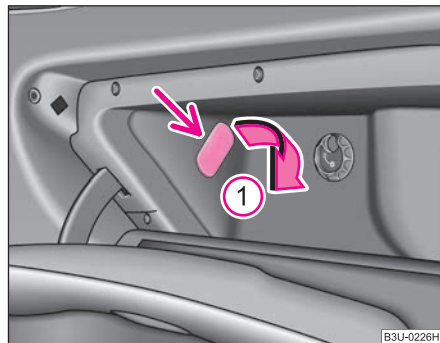

Fig. 209 Torpedoul: Iluminarea
- Introduceți o șurubelniță mică în fanta de lângă lampă ⇒ fig. 209 și scoateți lampa în direcția săgeții ①.